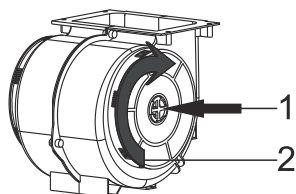

Fig. 5: FILTRE À CHARBON AF 100
- 1-Placez le filtre à charbon dans son emplacement.Fig. 5
- 2-Tournez le filtre de carbone dans le sens horaire et assurez-vous qu'il est complètement fixé.Fig. 5